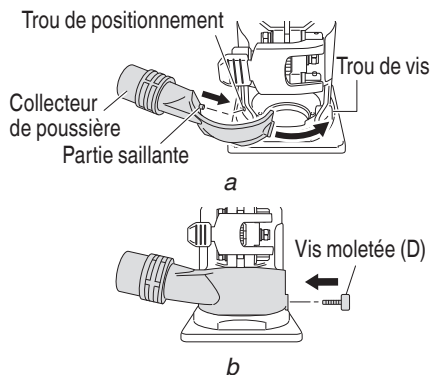

Fig. 25
- (1) Emboîter la partie saillante à l'intérieur du capteur de poussière sur le trou de positionnement à l'avant inférieur gauche de l'ensemble de la base, et la fixer pour couvrir l'avant de l'ensemble de la base. (Fig. 25-a)
- (2) Utiliser la vis moletée (D) incluse pour fixer le trou de capteur de poussière sur trou de vis du corps. (Fig. 25-b)